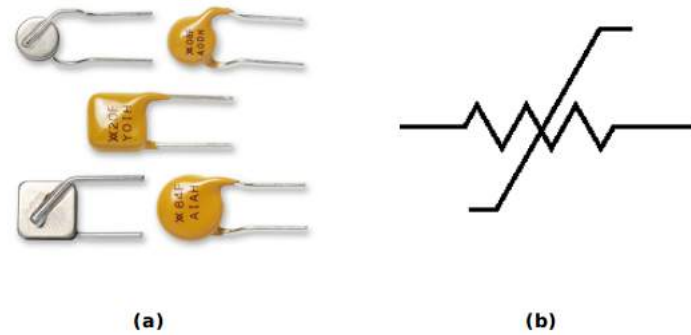

Figura 30: (a)Exemplo do componente físico "Polyswitch". (b) Exemplo da simbologia do componente "Polyswitch".
- *Polyswitch* - é um fusível "resetável", tem seu funcionamento semelhante a um PTC (aumentando a resistência conforme a temperatura aumenta), quando isso ocorre ele interrompe a passagem de corrente. Após o seu resfriamento o circuito volta a conduzir a corrente normalmente, como apresentado na Figura 30.